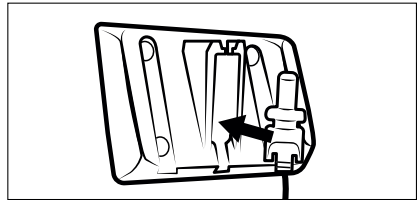

Abb. 4
- 1) Setzen Sie den Hohlstecker **11** des Netzadapters **10** in die Wandhalterung **18** ein (siehe Abb. 4). Fixieren Sie den Hohlstecker **11**, indem Sie ihn drehen.